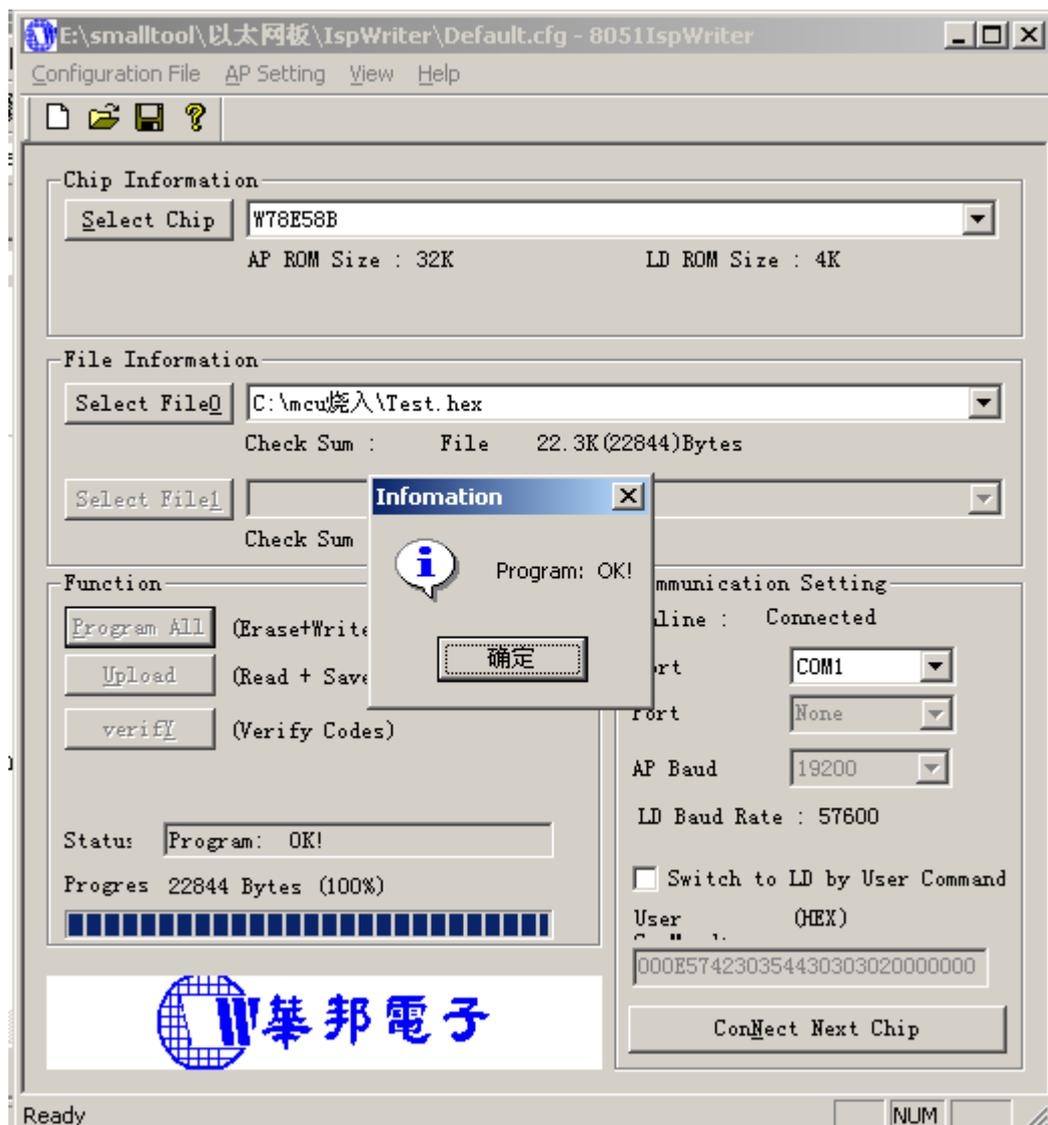

图 14 在线编程结束界面
- (3) 选择芯片。点击“Select Chip”进行选择，这里选择 W78E58B；
- (4) 选择要烧入的 hex 或者 bin 文件；
- (5) 去掉 Switch to LD by User Command 的打勾项；
- (6) 点击“Connect”按钮，在“online”里会显示状态，在出现“Connected”后，左边的“Function”里的“Program All”按钮就可以使用，点击即可进行在线下载，如图 14 所示：